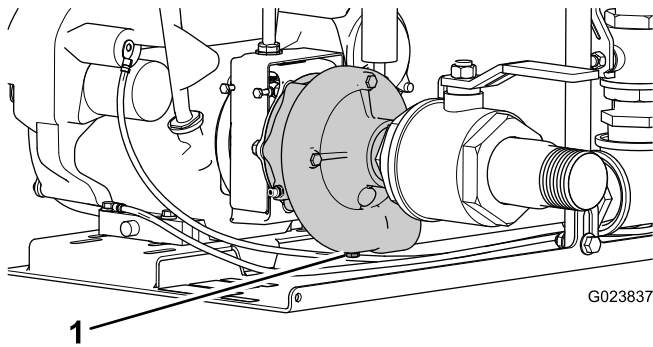

Figure 22
4. Vidangez le fluide restant de la pompe en retirant le bouchon de vidange du fond de la pompe (Figure 22).